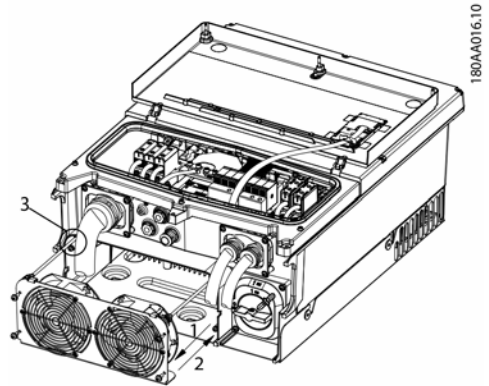

Abbildung 1.4
5. Die Lüftereinheit herausnehmen. Siehe (1) und (3) in Abbildung 1.4.
1. Die zwei schwarzen Kabel durch die Öffnungen an der Unterseite des Wechselrichters führen, jeweils 1 Kabel an jeder Seite. Siehe (3) in Abbildung 1.4.
2. Die neue Lüftereinheit einsetzen. Siehe (2) in Abbildung 1.4. Die Kabel in das Innere des Wechselrichters führen und dabei die Lüftereinheit in das Gehäuse drücken. Die 4 Schrauben (2,5 Nm) festziehen.